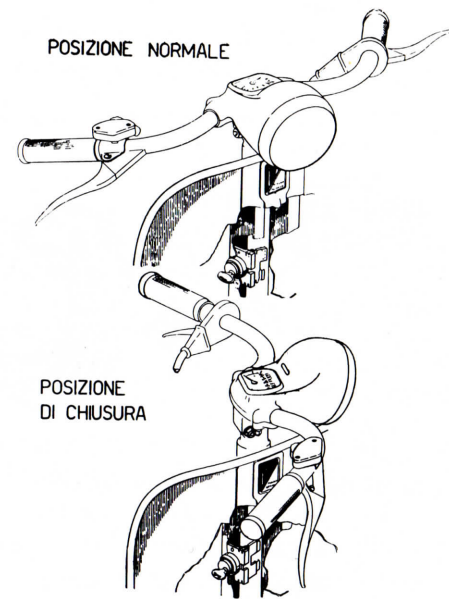

Fig. 4 - Serratura antifurto
**Antifurto.** Sul telaio, in prossimità del manubrio, vi è una serratura antifurto. Per bloccare la moto occorre dare un giro di chiave e girare il manubrio tutto verso sinistra fino allo scatto, dopo di che la moto non può che girare su se stessa. Per sbloccare dare un giro di chiave in senso inverso e raddrizzare il manubrio (vedi fig. 4).